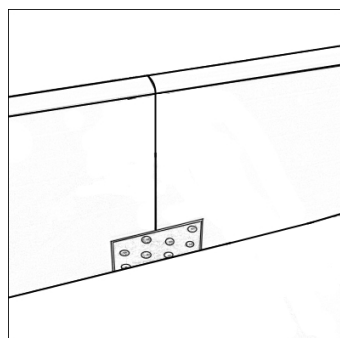

Рис. 6
7. Совместить 2 получившиеся конструкции между собой свободными краями без торцевых бортов и скрепить короб соединительными пластинами во внутренней нижней части бортов. (рис. 6)